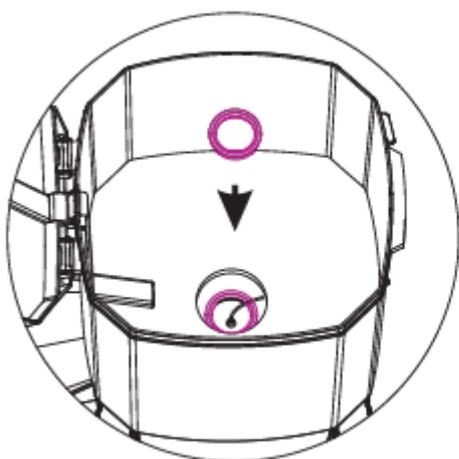

Fig. 1
1. Quando si utilizzano pezzi di alimentazione da 1–5 mm, applicare manualmente l'anello di ritenzione per ridurre la quantità di alimentazione (ved. la Fig. 1).
1. Accendere il dispositivo premendo l'interruttore di rete sull'alloggiamento. Il display avrà la visualizzazione di default come mostrato in fig. 1. Utilizzare il pulsante "SET" per impostare l'orologio del dispositivo. Premendo il pulsante "SET" si accede alle impostazioni delle ore; premendolo una seconda volta si accede alle impostazioni dei minuti. Usare i pulsanti "su" e "giù" per aumentare o diminuire le rispettive unità di misura.